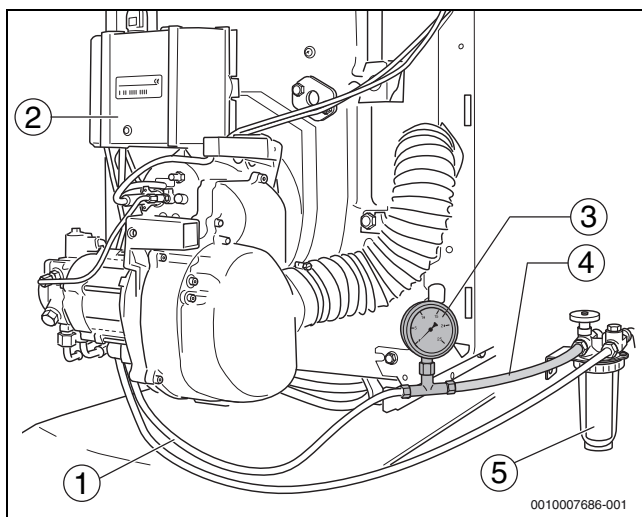

Bild 19 Ölfilter, Vakuummeter und transparenter Schlauch
- ▶ Vakuummeter (→ Bild 19, [3]) mit transparentem Schlauch (→ Bild 19, [4]; Zubehör), wie dargestellt, zwischen Ölfilter (→ Bild 19, [5]) und Ölsaugleitung (→ Bild 19, [1]) montieren.
- ▶ Blasenfreiheit des angesaugten Öls über den transparenten Schlauch (→ Bild 19, [4]) kontrollieren.
- ▶ Ölabsperrrhahn am Ölfilter (→ Bild 19, [5]) schließen und transparenten Schlauch (→ Bild 19, [4]) mit Vakuummeter (→ Bild 19, [3]) demontieren.
- ▶ Ölsaugleitung (→ Bild 19, [1]) an den Filteranschluss des Ölfilters anschließen.